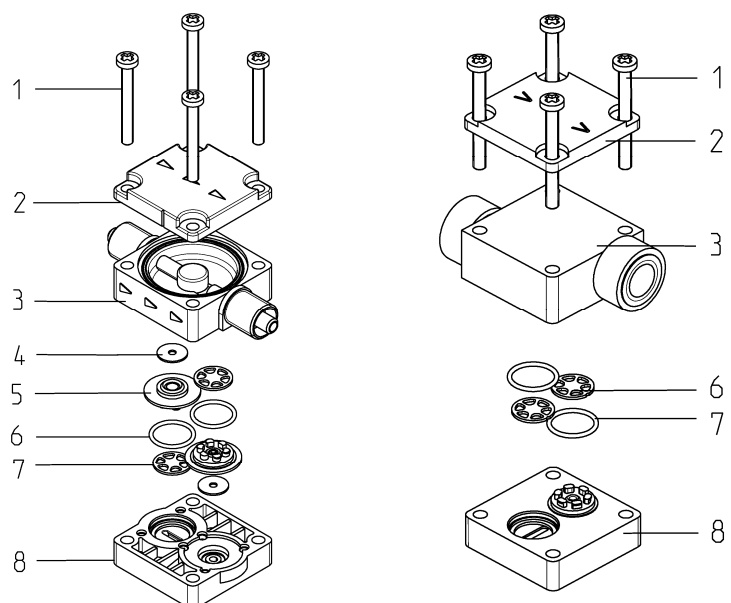

Fig. 55: Cabezal KT, TT
2. Lavar la placa de conexión (3) y la placa intermedia (8) y frotarlas con un paño suave. Secar con aire comprimido
3. Retirar cuidadosamente los asientos de válvula (5). Las arandelas estanqueizantes (4) no están disponibles en el cabezal FT, véase la Fig. 55
4. Retirar las juntas tóricas (6) y las juntas planas (7).